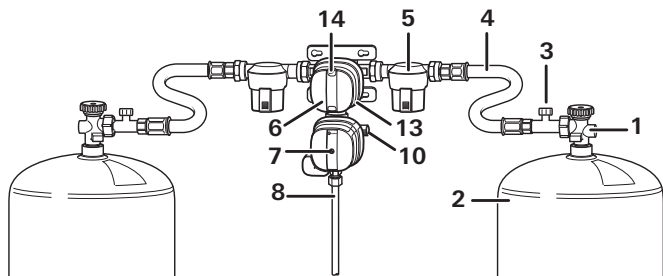

Bild 1a: DuoControl CS vertikal
- Gasflaschen (2) anschließen und den ordnungsgemäßen Zustand aller Schlauchverschraubungen prüfen.
- Ventile beider Gasflaschen (1) öffnen.
- Schlauchbruchsicherung (Bild 1a – 3) am Hochdruckschlauch circa 5 Sekunden kräftig drücken. Im Sichtfenster (14) wechselt die Anzeige auf grün.
- Ist der gelbe Resetknopf (7) nicht gedrückt (Stellung „nicht betriebsbereit“), den Crashsensor zurücksetzen.
- Zum Beispiel Drehknopf (13) bis zum Anschlag nach links drehen (linker Anschluss = Betriebsflasche).
- Ventil (1) der leeren Gasflasche (2) schließen.
- Hochdruckschlauch (4) von der Gasflasche (2) abschrauben bzw. falls vorhanden, Aufsteckadapter abnehmen.
- Ventil (1) der vollen Gasflasche öffnen.
- Schlauchbruchsicherung (Bild 1a – 3) drücken und gegebenenfalls gelben Resetknopf (7) drücken, leicht im Uhrzeigersinn drehen und 5 Sekunden halten.
- Länderspezifischen Hochdruckschlauch (4) am Eingang Gasfilter (5) / DuoControl CS und an die Flasche (2 / bzw. am Aufsteckadapter) anschrauben.
- Gasflaschenventil (1) öffnen.